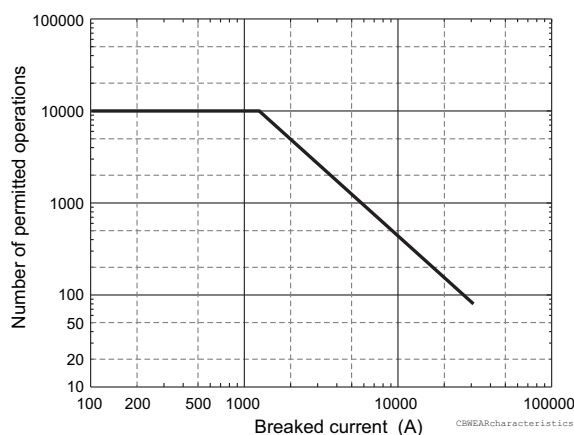

Рисунок 6.4: Пример графика износа выключателя.
График допустимых циклов обычно приводится в документации производителя выключателя (Рисунок 6.4). На графике указано допустимое количество циклов для каждого уровня тока отключения. На основании этого графика задаются параметры функции контроля состояния с максимум восемь [тока, циклов] точками. См. Таблица 6.19. Если требуется менее восьми точек, неиспользованные точки устанавливаются в  $[I_{BIG}, 1]$ , где  $I_{BIG}$  больше, чем максимальная отключающая способность.
Точки 4-8 не нужны для выключателя в Рисунок 6.4. Таким образом, они установлены в 100 кА, и одно срабатывание в таблице отбрасывается алгоритмом.
Таким образом, максимальное число отключений при токе 6 кА составляет 945. Это можно проверить с помощью исходной кривой выключателя на Рисунок 6.4. Действительно, на рисунке показано, что при 6 кА количество отключений составляет от 900 до 1000. Полезной информацией в этом примере является значение уставки аварийной сигнализации оставшегося числа циклов работы выключателя (50), что составляет около пяти процентов от максимального.